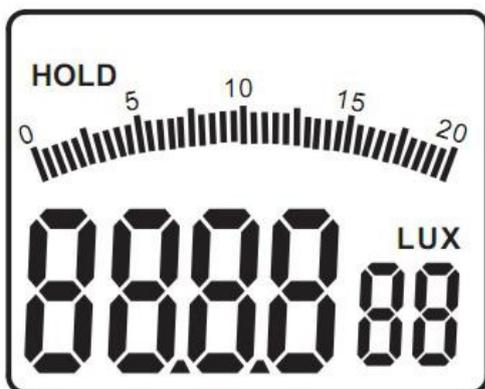

Figura 3-1-4A
- Presione el pulsador “HOLD / ZERO”, en la parte superior izquierda de la pantalla aparecerá la indicación “HOLD” (como se muestra en la figura 3-1-4A), el medidor entrará en el modo de retención de lectura.